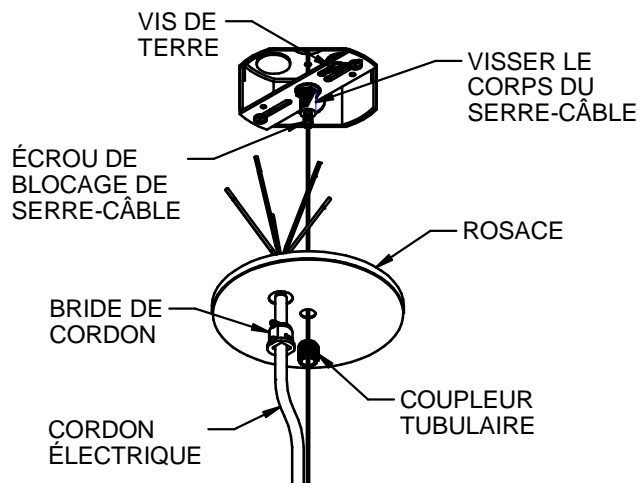

Fig. 3
3. Bloquer la bride de cordon sur le cordon d'alimentation en prévoyant une longueur suffisante pour les raccordement de câblage, puis tirer le cordon d'alimentation à travers le trou de cordon de la rosace (**Fig. 3**). Encliqueter la bride de cordon dans la rosace. Raccorder le conducteur de terre vert du cordon d'alimentation à la vis de terre de la barre transversale. Raccorder la phase au fil noir et le neutre au fil blanc. Effectuer tous les raccordements de commande de gradation csur les deux conducteurs restants (violet et gris, à raccorder dans le luminaire aux étapes suivantes; **poser des capuchons sur ces conducteurs s'ils ne sont pas utilisés**). Effectuer tous les raccordements au moyen de connecteurs homologués UL de taille adaptée. Enfiler le câble de 6 m (20 pi) à travers le trou central de la rosace. Enfiler le câble de 6 m (20 pi) à travers le coupleur tubulaire et le glisser vers le haut jusqu'à la rosace. Placer les câbles et connecteurs dans la boîte de jonction et pousser la rosace contre la surface du plafond. Visser le coupleur tubulaire sur le corps du serre-câble fileté pour bloquer la rosace. Serrer l'écrou de blocage de serre-câble sur le câble.